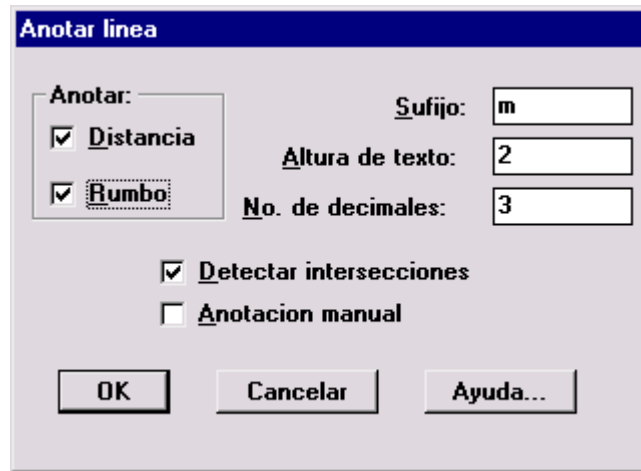

Fig. 7: Caja de diálogo para anotar líneas
11. Seleccione “Anotar → Línea” del menú . Indique anotar distancia y rumbo en líneas, elimine el sufijo, acepte el valor por defecto de altura de texto y número de decimales . Presione OK (ver fig. 7)